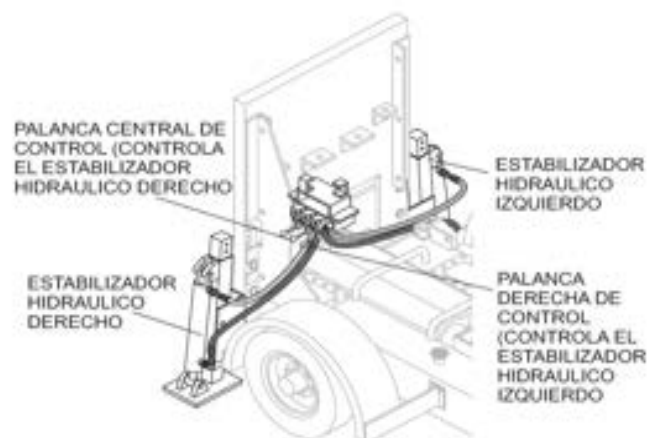

Figura 18. Palancas de control de los estabilizadores hidráulicos traseros
1. Baje la palanca central de control (consulte la Figura 18) para extender el estabilizador hidráulico trasero derecho.
2. Levante la palanca central de control (consulte la Figura 18) para retraer el estabilizador hidráulico trasero derecho.
3. Baje la palanca derecha de control (consulte la Figura 18) para extender el estabilizador hidráulico trasero izquierdo.
4. Levante la palanca derecha de control (consulte la Figura 18) para retraer el estabilizador hidráulico trasero izquierdo.